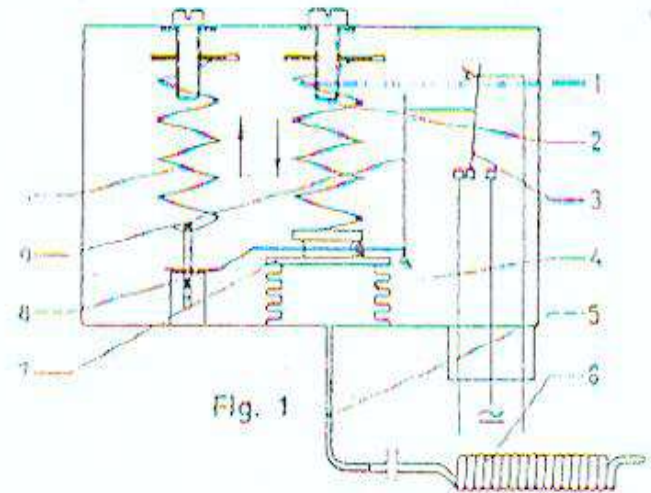

Fig. 1
Le thermostat comporte obligatoirement : (fig. 1)
- un organe de détection 6 fig. 1